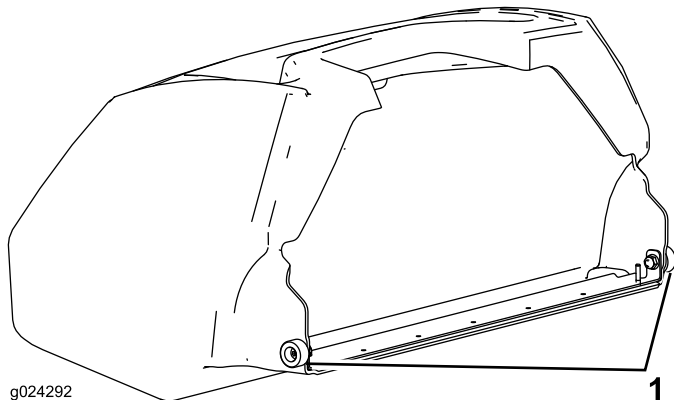

Рисунок 22
**Внимание:** Если вы уронили травосборник, проверьте точки контакта фиксаторов рядом с нижней кромкой травосборника на наличие повреждений (Рисунок 22). Устраните все повреждения перед использованием травосборника. Использование травосборника с деформированными местами контакта фиксаторов может привести к повреждению барабана.